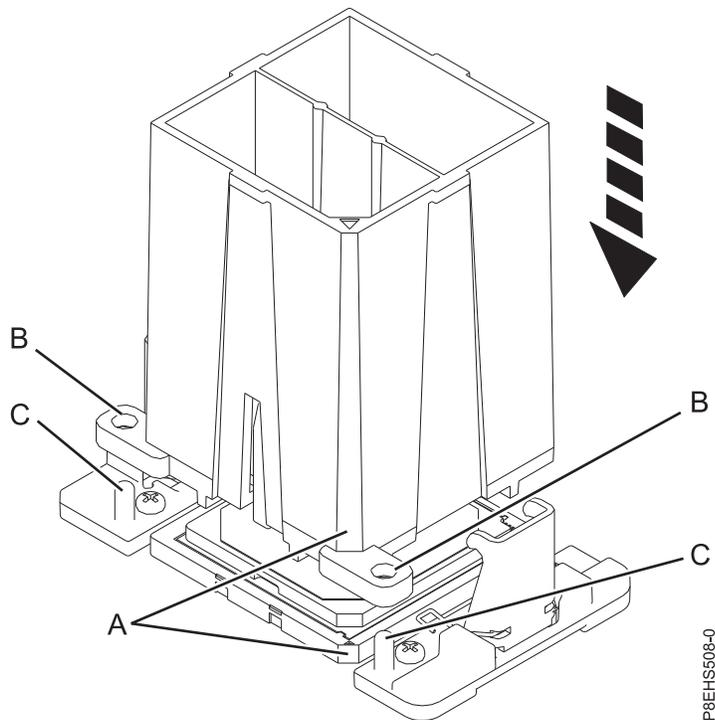

Figure 74. Abaissement de l'outil de retrait sur le module processeur système
- a. A l'aide de l'outil de retrait fourni (référence 01AF101), alignez l'angle biseauté (**A**) de ce dernier avec l'angle biseauté du module processeur système, comme illustré dans la figure 74, à la page 68.